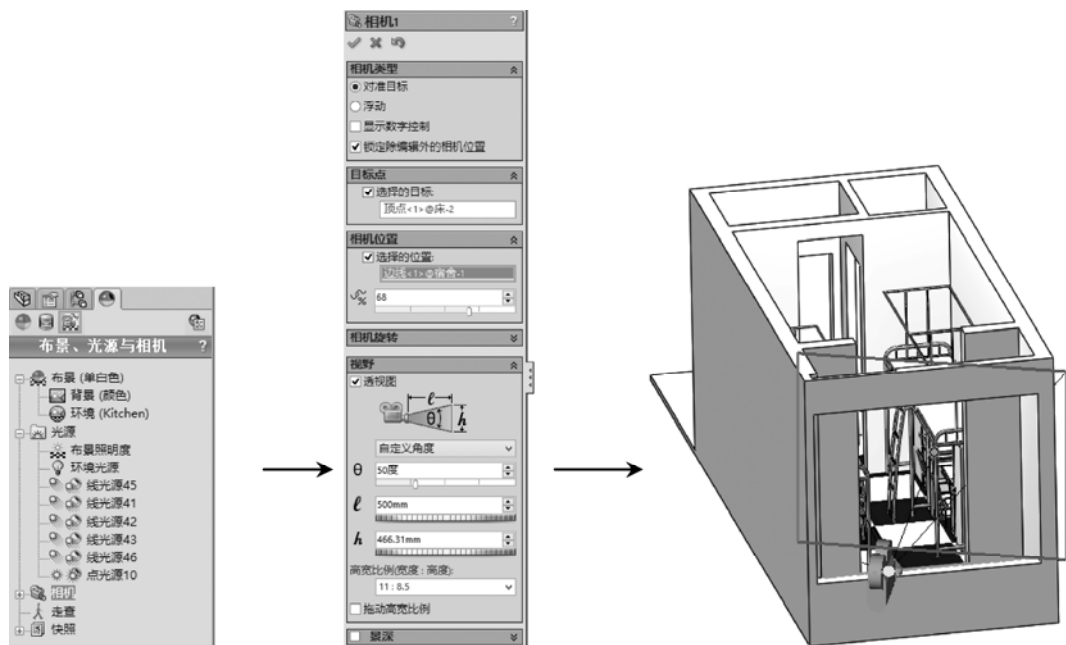

图 7-23 添加相机操作
STEP 3 右击 DisplayManager 选项卡“布景、光源和相机”列表项中的“相机”项，选择“添加相机”菜单项，打开“相机”属性管理器，然后通过选择一点设置相机的目标点，通过选择窗户底部的一条线，设置相机的位置来添加相机，如图 7-23 所示。